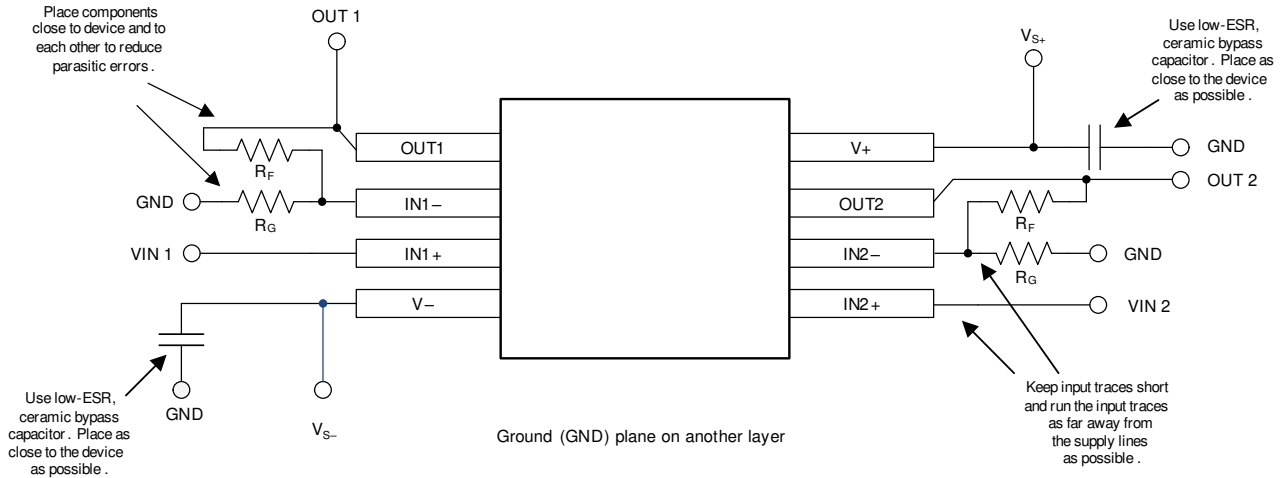

图 8-5. 布局示例
- 外部元件应尽量靠近器件放置。如图 8-5 所示，使 R_F 和 R_G 接近反相输入可最大限度地减小反相输入端的寄生电容。